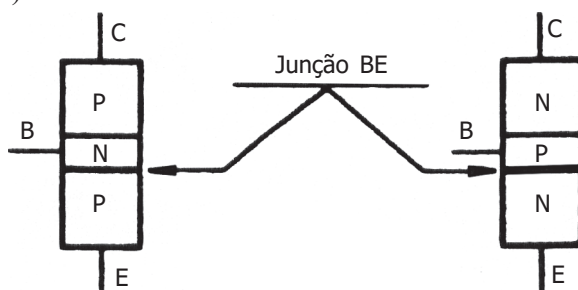

Fig. 23
– uma junção PN entre o cristal da base e o cristal do emissor, chamada de junção base–emissor. (Fig. 23)